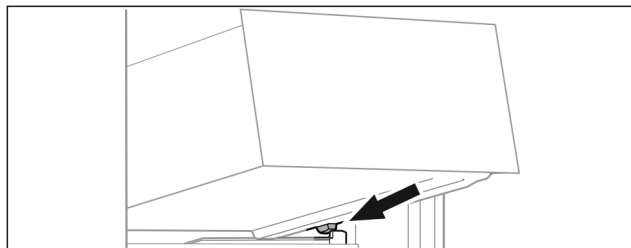

Fig. 106
- ▶ Așezați sertarul oblic în spatele opritoarelor pe nervura recipientului. (vezi Fig. 106)